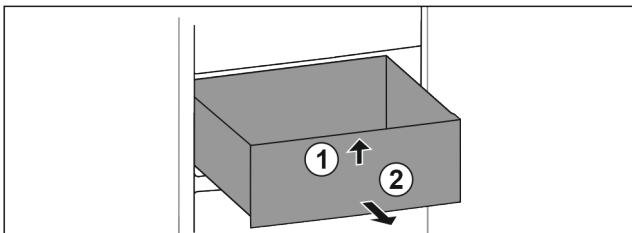

Fig. 59
- ▶ Levante el cajón por delante. Fig. 59 (1)
- ▶ Extraiga el cajón hacia delante. Fig. 59 (2)